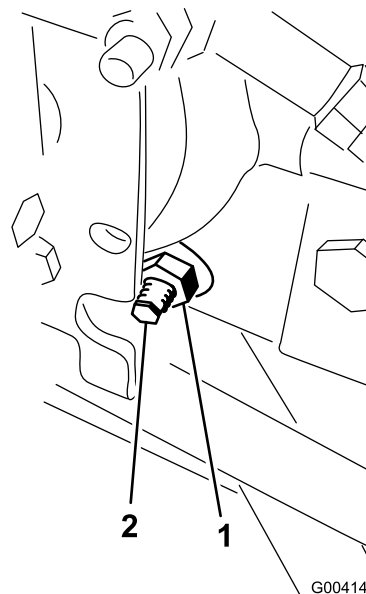

Figure 90
3. Sous le côté droit de l'hydrostat, desserrez le contre-écrou sur la came de réglage de transmission (Figure 90).